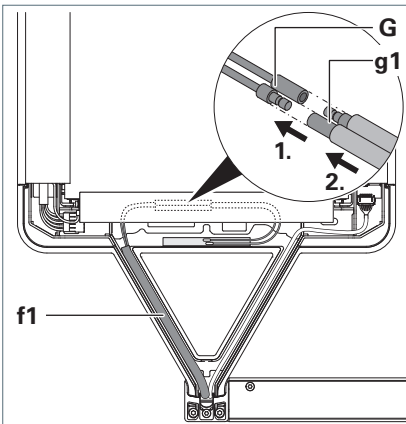

Fig. 15: Antenne anschließen.
4. Legen Sie die Versorgungsleitung **f1** aus dem Querträger in den Tragarm des Leuchtenkopfs, siehe Fig. 15.